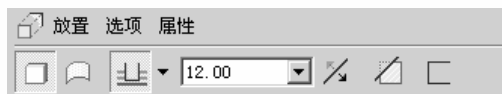

图 4.3.13 设置拉伸参数
(5) 在操控板单击 按钮，设置拉伸深度为“12”，如图 4.3.13 所示，单击 按钮完成